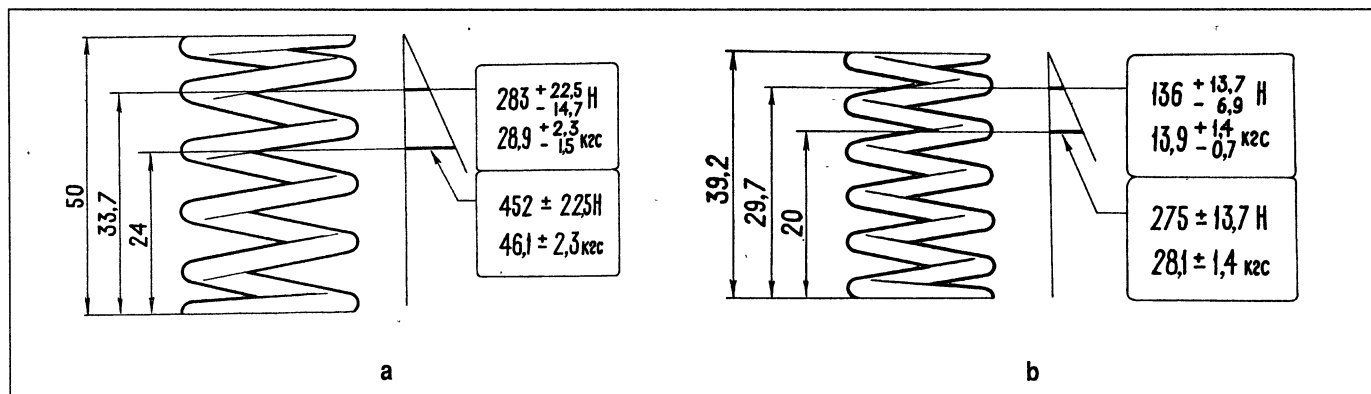

Рис. 2-52. Основные данные для проверки наружной (а) и внутренней (б) пружины клапана
**Пружины.** Убедитесь, что на пружинах нет трещин и не уменьшилась их упругость, для чего проверьте их деформацию под нагрузкой (рис. 2-52).